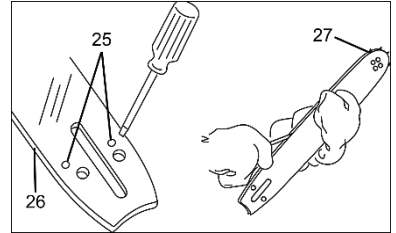

Рисунок 5
- Перевірте, щоб канал для оливи (25, рисунок 5) та направляючи на напрямній шині (26, рисунок 5) не були засмічені. При необхідності прочистіть їх.
- Перевірте, чи вільно обертається зірочка (27, рисунок 5) на вістрі напрямної шини. Якщо після виконання всіх зазначених вище заходів робота системи змащення не відновилася, слід звернутися до фірмового сервісного центру ТМ WORCRAFT.